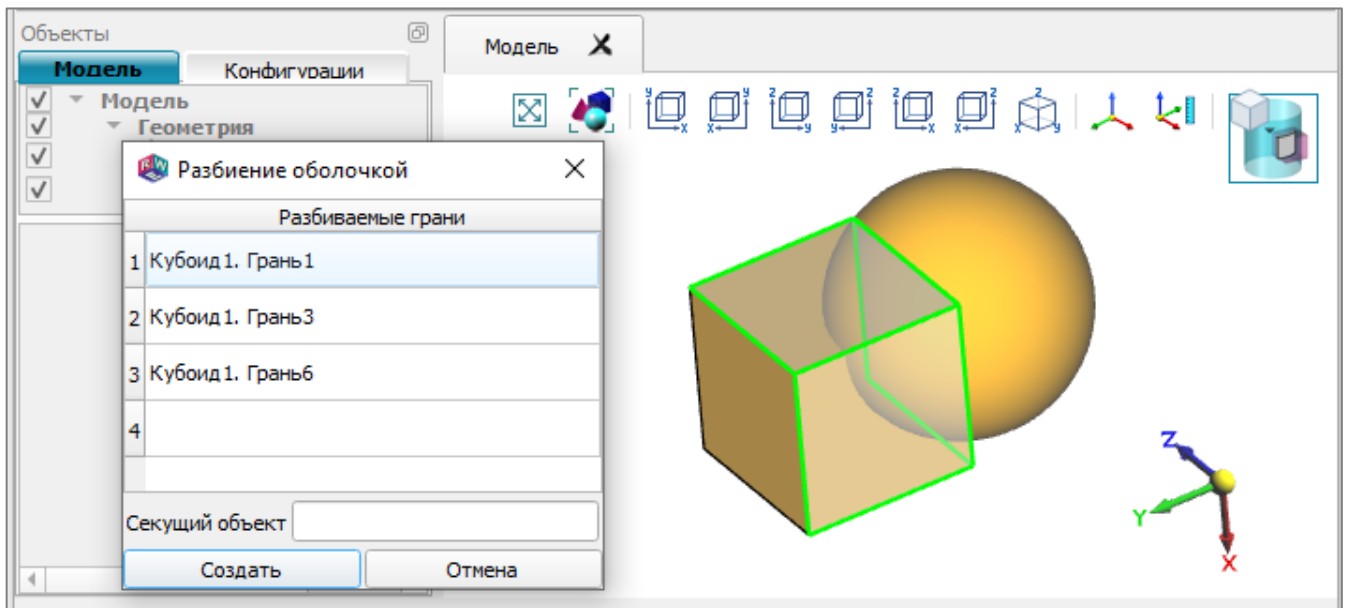

Рис. 37
2) нажать ставшую активной кнопку  «Разбить оболочкой» на ленте меню «Геометрия». В окне визуализации появится окно редактирования «Разбиение оболочкой», в котором будут перечислены выделенные грани (рис. 37);